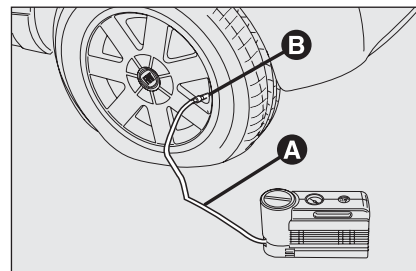

fig. 3
- Azionare il freno a mano.** Svitare il cappuccio dalla valvola del pneumatico, estrarre il tubo flessibile di riempimento **A-fig. 3** ed avvitare la ghiera **B** sulla valvola del pneumatico;